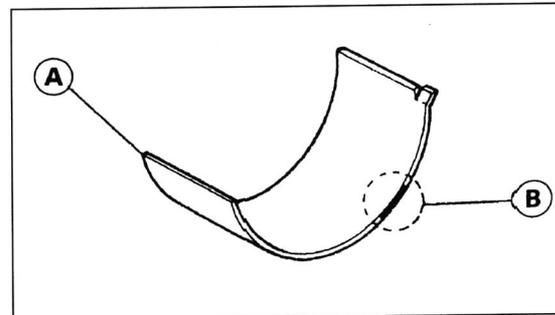

Bild 250
- Falls gemessenes Spiel zwischen 0,044 und 0,08 mm liegt, Lagerschalen gegen solche mit blauer Markierung (Bild 250) tauschen.
- Falls gemessenes Spiel zwischen 0,073 und 0,10 mm liegt, Lagerschalen gegen solche mit blauer Markierung (Bild 250) tauschen.
- Falls gemessenes Spiel zwischen 0,050 und 0,09 mm liegt, Pleuelschalen gegen solche mit blauer Markierung (Bild 250) tauschen.